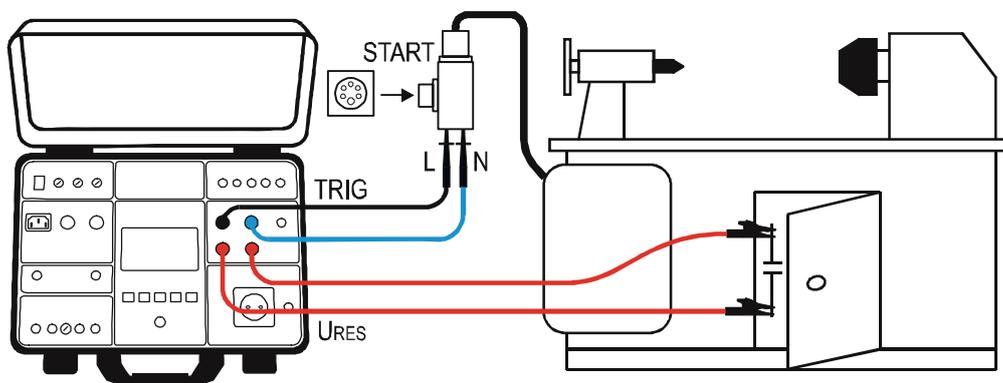
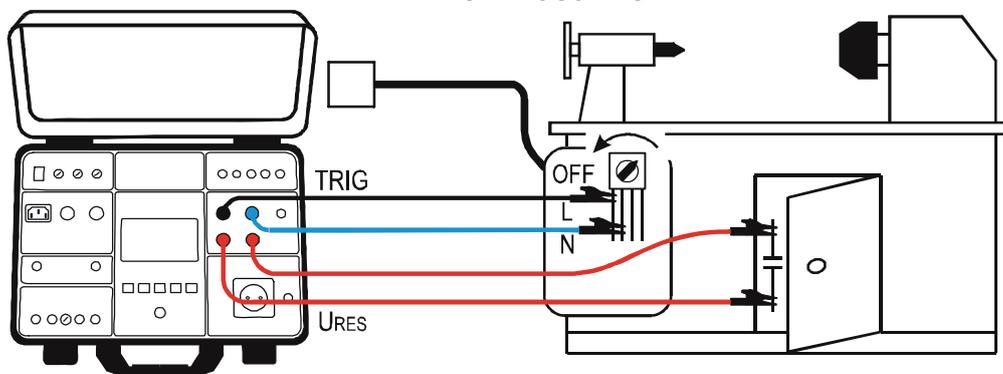

Abb. 33: Anschluss der Messleitungen für die URES INT Messung an verbundenen 1P/3P Maschinen
Abb. 34: Anschluss der Messleitungen für die URES INT Messung an festverbundenen Maschinen
- 7) Die Meldung FERTIG, UUT ABTRENNEN erscheint, wenn UTRIG Spannung im vorgeschriebenen Bereich $100 \div 460$ VAC vorhanden ist. Trennen Sie den UUT (Prüfling unter Test) ab und führen Sie die Messung durch. Beim Trennen des UUTs, so wie in der Abb. 33 gezeigt ist, trennen Sie diesen z.B. über einen geeigneten Adapter (Doppelstecker) von der Netzversorgung. Bei der Trennung des UUTs vom Netz, so wie in der Abb. 34 gezeigt, schalten Sie den Netzschalter aus.